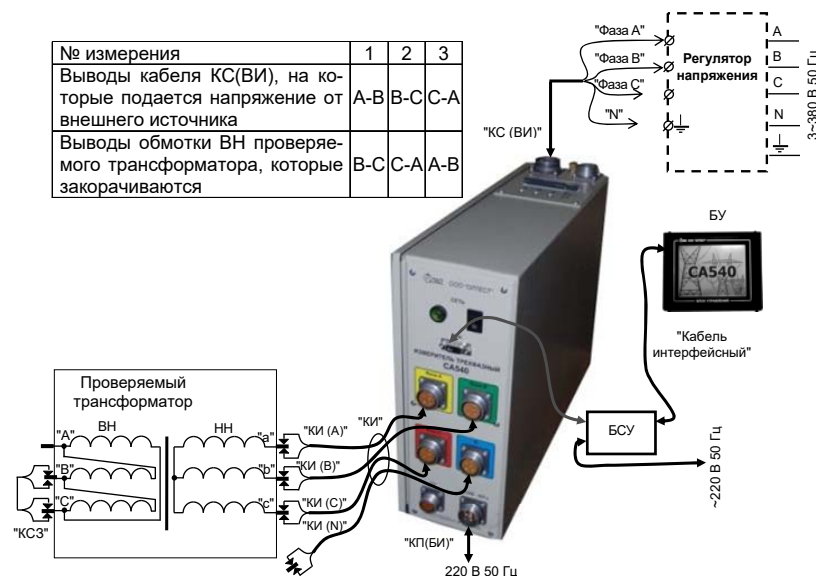

Рисунок 6.31
3) Подготовить схему к выполнению первого измерения согласно таблице (рисунок 6.31). Подсоединить к внешнему источнику питания выводы "Фаза А" и "Фаза В" кабеля КС(ВИ) и закоротить выводы обмотки ВН "B" и "C" проверяемого трансформатора с помощью кабеля силового КСЗ в соответствии с данными для 1-го измерения таблицы, приведенной на рисунке 6.31.